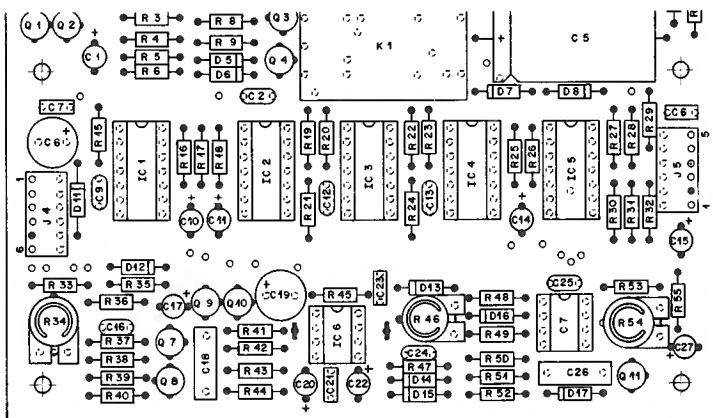

Fig. 6.1
- Am "heissen Pol" des Vorschubmotors AC-Voltmeter (Bereich 5 V) anschliessen, z.B. an R37 (siehe Fig. 6.1):
- Connect AC voltmeter (5 V range to the "hot end" of the carriage motor) (e.g. R37, fig. 6.1).
- Branchez le voltmètre à courant alternatif (gamme 5 V) au "pôle chaud" du servo-moteur, par exemple à R37 (fig. 6.1).